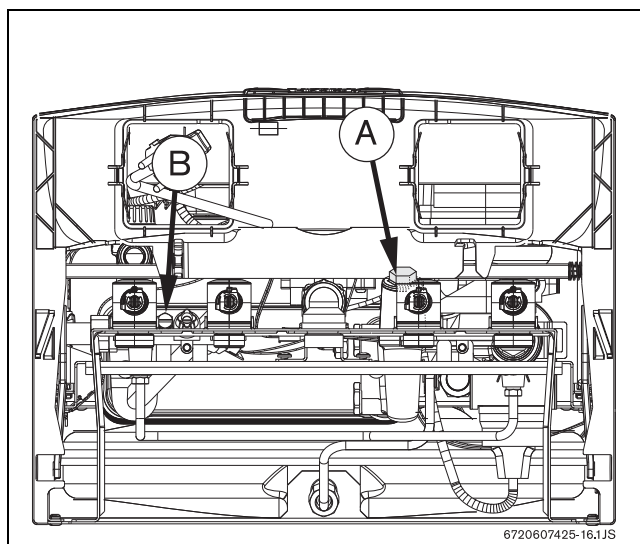

Fig. 29
- ▶ Aflojar el tapón (Fig. 29, Pos. A).
- ▶ Desenroscar el tornillo de desagüe (Fig. 29, Pos. B).